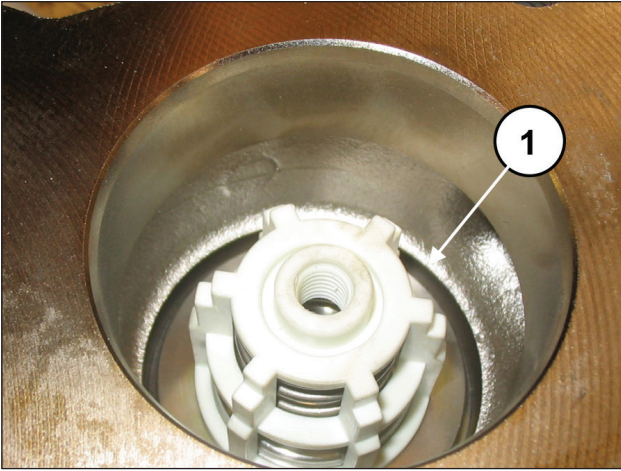

Abb. 108
Die Ventilgruppe muss bündig eingesetzt sein und so erscheinen wie in Pos. ①, Abb. 108.